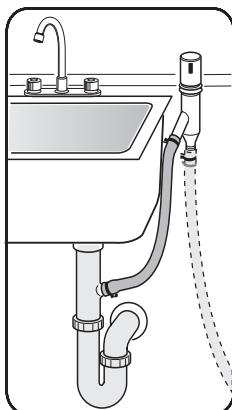

Ilustración 25
- 3 A la conexión de evacuación debajo del fregador y a través de un dispositivo de ventilación, como muestra la **Ilustración 25**.